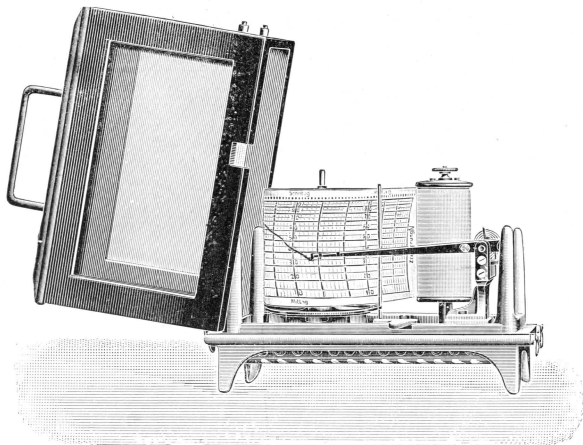

Fig. 17.
**Hygrograph.** (Fig. 17.)
**Hygrographe.** (Fig. 17.)